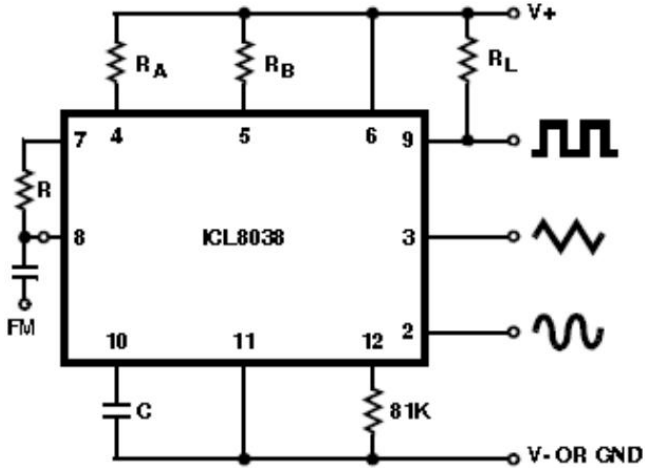

图 5A 频率调制连接框图
- 3、 $V_{supply} = 20V$ ; RA 和 RB = 10K $\Omega$ ,  $f \approx 10KHz$ , 扫描范围可达 1000:1, 见图 5A 和 5B
管脚 8 的直流电压决定波形发生器的频率 (基于 V+ 测得)。通过改变电压大小，来实现频率调制。对于较小偏差 (如 10%) 的调制信号，直接调整管脚 8，只用一个电容即可获得直流去耦功能，以实现频率调制。如图 5A 所示。管脚 7 和管脚 8 之间不需要外置电阻 (管脚 7 和 8 短接)，输入阻抗约为  $R + 8\text{K}\Omega$ 。